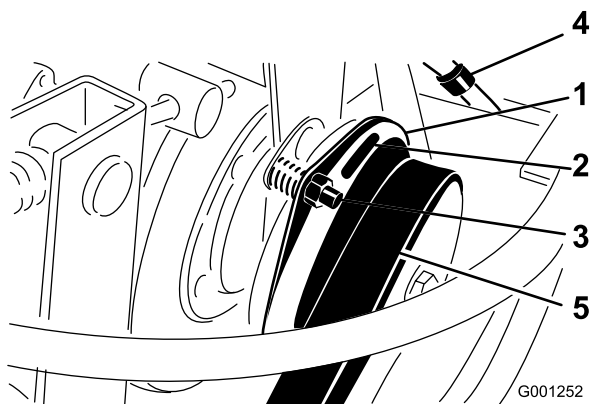

Figura 66
3. Ajuste a folga de modo a permitir a introdução de um calibre de 0,381 mm entre a cobertura da embraiagem e a placa de fricção (Figura 66). Pode reduzir esta folga se rodar a porca de ajuste no sentido dos ponteiros do relógio (Figura 66). A folga máxima é de 0,762 mm. Ajuste as três folgas.